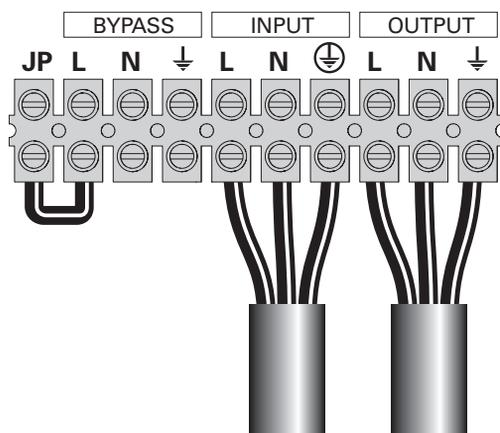

Figura 17.
- 1 - Assicurarsi che il ponticello di metallo sia collegato (vedere Figura 17).